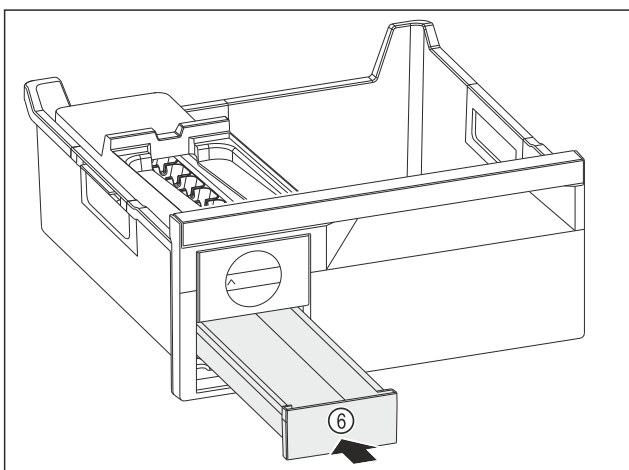

Fig. 136
- ▶ Skjut in iskublådan Fig. 136 (6).